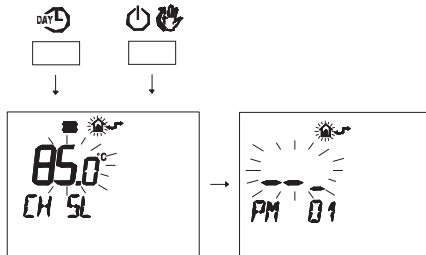

Figura 5.41
- Pulse simultáneamente los botones **DAY** y **ON/OFF** para entrar en la modalidad de programación transparente (Figura 5.41).